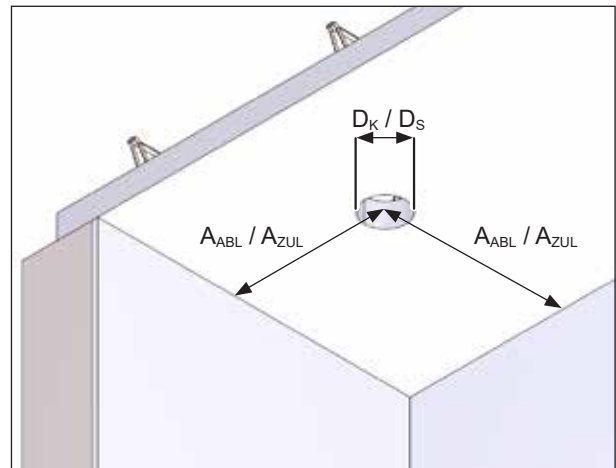

Abb. 13: Kernloch für Deckenkästen – Mindestdurchmesser und Mindestabstände
- ▶ Erstellen Sie ggf. das notwendige Kernloch für den Deckenkasten. Der Durchmesser der Bohrung hängt vom verwendeten Deckenkasten-Modell ab (siehe Abb. 13).
- ▶ Beachten Sie die erforderlichen Mindestabstände vom Kernloch zu angrenzenden Flächen (siehe Abb. 13). Der Mindestabstand hängt davon ab, ob ein Abluft- oder Zuluftventil in das Kernloch eingesetzt wird.